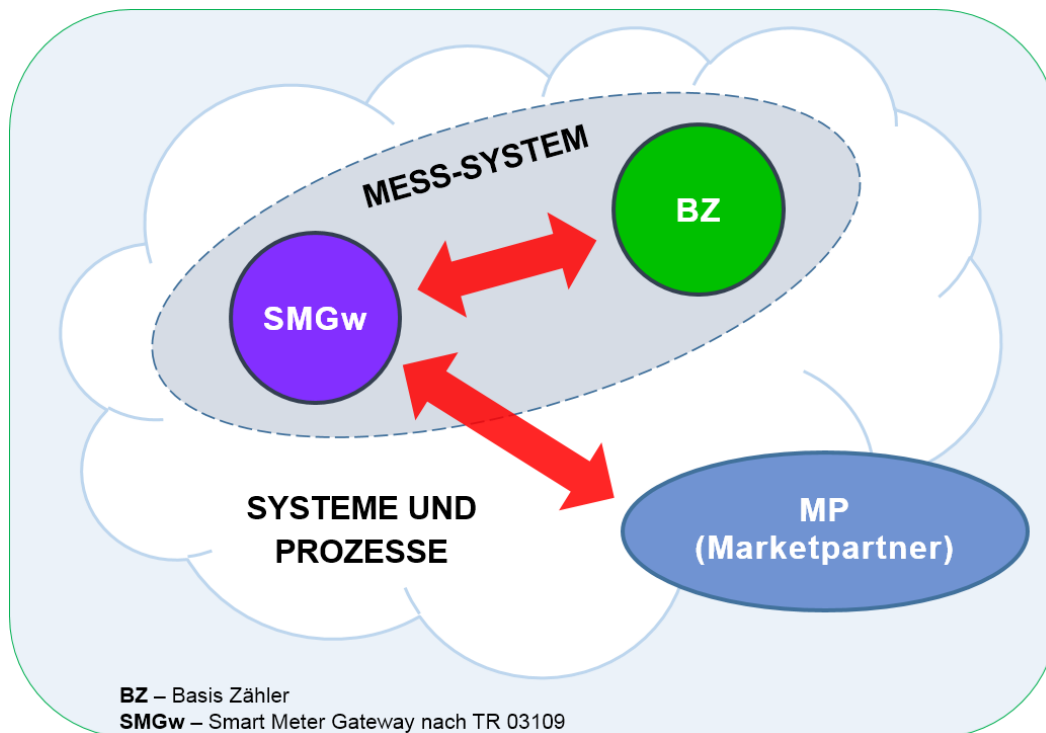

Bild 3: Systemumfeld im Projekt gekennzeichnet mit "Mess-System 2020".
die Technische Richtlinie (TR) zu erfüllen und auch eine Investitionssicherheit für die Anwender (VNB, MSB usw.) zu erreichen, war es notwendig die benötigten Hauptkomponenten für ein Mess-System, bestehend aus Messeinrichtung (Basiszähler) und intelligente Kommunikationseinheit (Smart Meter Gateway) zu standardisieren. Da sich das Mess-System in einer Systemlandschaft mit unterschiedlichen Marktpartnern befindet, ist es außerdem notwendig die Basisprozesse mit zu beschreiben. Dieses erfolgt in einer System- und Prozess-Darstellung bestehend aus Management-, Kern- und Supportprozessen. Im genannten Bild 3 des LNN Basiszähler Dokuments wird das Systemumfeld im Projekt Mess-System 2020 graphisch dargestellt.